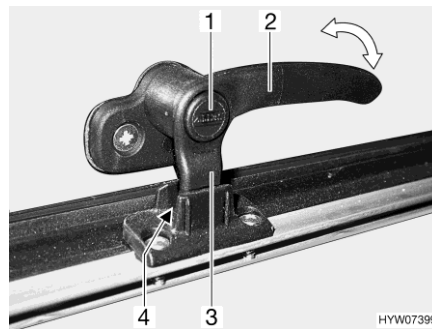
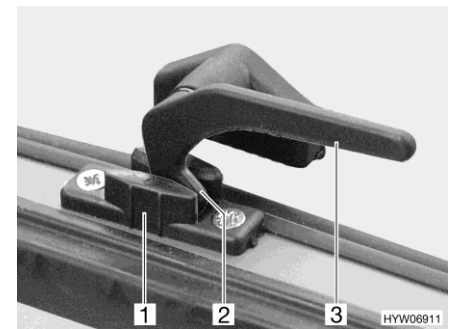

Bild 93 Verriegelungshebel mit Sicherungsknopf in Stellung "Dauerbelüftung"
Bild 94 Verriegelungshebel in Stellung "Dauerbelüftung"
- in Stellung "Dauerbelüftung" (Bild 93 und Bild 94)
- Wenn vorhanden, Sicherungsknopf (Bild 93,1) drücken und gedrückt halten.
- Den Verriegelungshebel (Bild 93,2 oder Bild 94,3) eine viertel Umdrehung zur Fenstermitte hin drehen.
- Den Verriegelungshebel wieder zurückdrehen. Die Verriegelungsnase (Bild 93,3 oder Bild 94,2) am Verriegelungshebel dabei in die Aussparung der Fensterverriegelung (Bild 93,4 oder Bild 94,1) einfahren.
- Wenn vorhanden, Sicherungsknopf (Bild 93,1) loslassen.